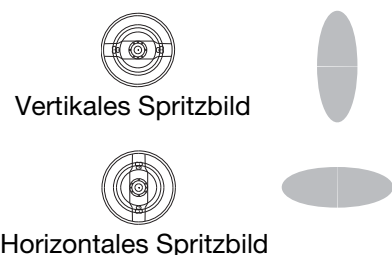

ABB. 10. Luftkappenstellungen
3. Den Haltering der Luftkappe lösen und die Luftkappe durch Drehen für ein vertikales oder horizontales Spritzbild einstellen. Siehe ABB. 10. Den Haltering festziehen, bis die Luftkappe sicher gehalten wird. Die Luftkappenhörner sollten nicht von Hand gedreht werden können.